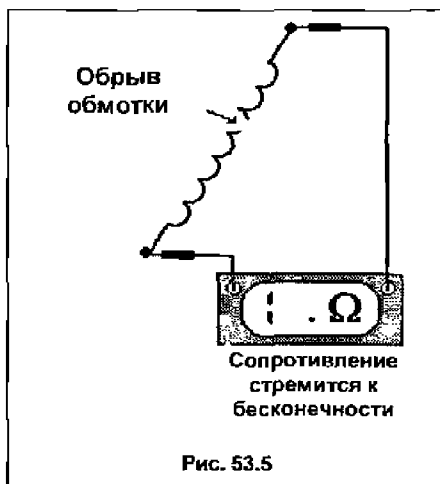

Рис. 53.5
**Одна из обмоток может быть оборвана (см. рис. 53.5).**